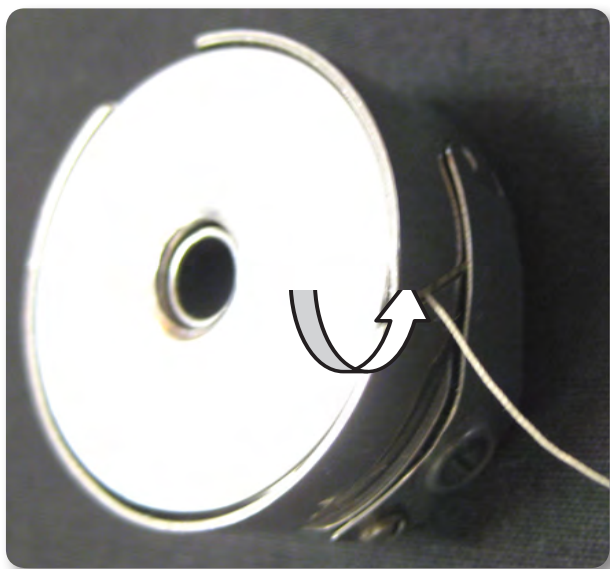

Figure 14
2. Faites glisser le fil dans la fente (Figure 14) et sous le ressort de tension en laissant pendre 5 à 6 pouces de fil (Figures 14 et 15).